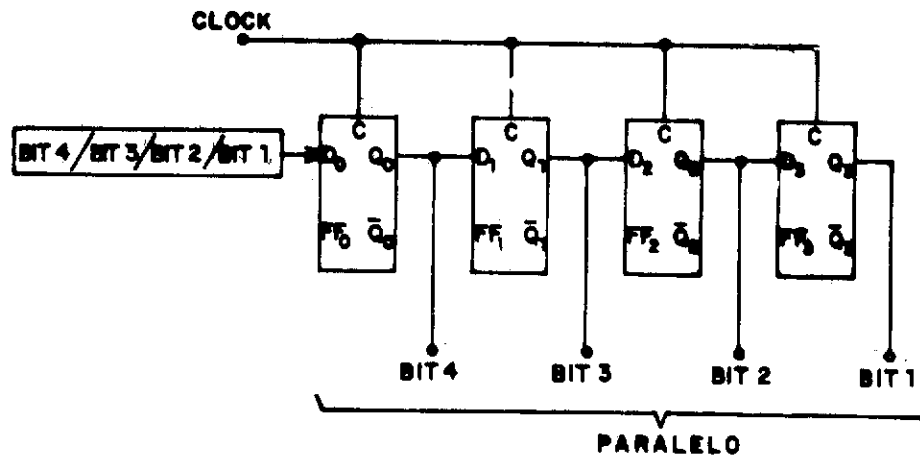

figura 6-3 - conversão serial para paralelo
Uma aplicação importante do registro de deslocamento é a transformação de dado serial em paralelo (figura 6-3). Os bits dão entrada e são deslocados até todo o dado estar no registro. Nos terminais de output (Q) eles ficam disponíveis simultaneamente ou seja, em paralelo.